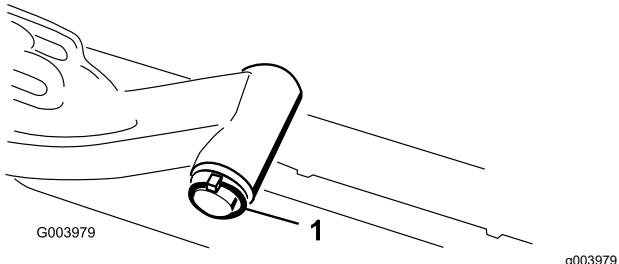

Figura 18
- A. Togliete la coppiglia ad anello e la rondella che fissano l'albero di articolazione al braccio di sollevamento ed estraete l'albero dal braccio di sollevamento (Figura 18).
3. Inserite l'albero del braccio di sollevamento nel braccio di sollevamento e fissatelo con la rondella e la coppiglia ad anello (Figura 18).